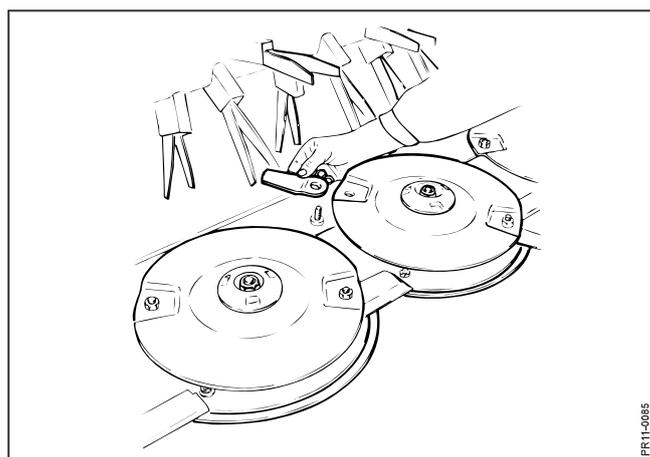

Fig. 6-9
- Fig. 6-9 Pour obtenir un travail satisfaisant, il est important que les couteaux et les contre couteaux soient en bon état et tranchants. Le remplacement des couteaux s'effectue en démontant le boulon de couteau et en le sortant par dessous le disque. Cela se fait facilement lorsque le couteau est devant afin que le boulon puisse tomber à l'extérieur à travers le trou du protecteur de pierres. Retirer l'ancien couteau et monter le nouveau avec le boulon. Les couteaux peuvent être utilisés sur les deux côtés en les intervertissant d'un disque sur un autre tournant en sens inverse.